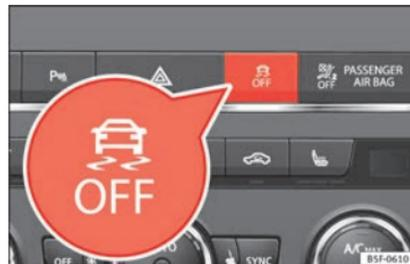

Abb. 146 Mittelkonsole: Taste zum Ein-/Aus-schalten von ESC und ASR
- Taste  » **Abb. 146** etwa 1 Sekunde lang drücken, um ASR abzuschalten.
- Die Taste  » **Abb. 146** länger als 3 Sekunden drücken, und die elektronische Stabilitätskontrolle (ESC) wird einschließlich ASR ausgeschaltet.
- Die Funktion ASR und die elektronische Stabilitätskontrolle ESC werden durch Drücken der Taste  » **Abb. 146** wieder eingeschaltet.